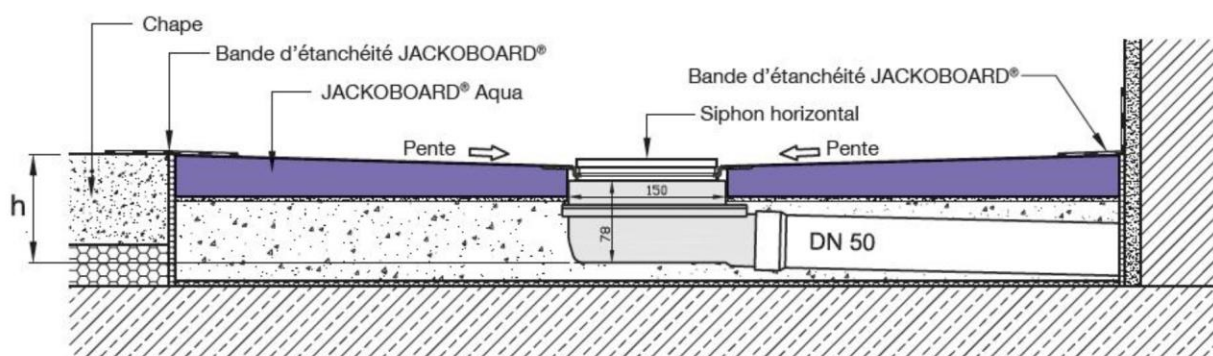

Figure 5 – Vue en coupe du système avec siphon horizontal
2.4. Dispositions de mise en œuvre**2.4.1. Pose du receveur : cas de travaux neufs****2.4.1.1. Raccordement du siphon et comblement de la réservation (cf. figures 5 et 6)**
- Mettre en place la bande de désolidarisation en périphérie de la zone de remplissage, contre les murs ou les cloisons et le reste de l'ouvrage en sol (figure 5 et 6).